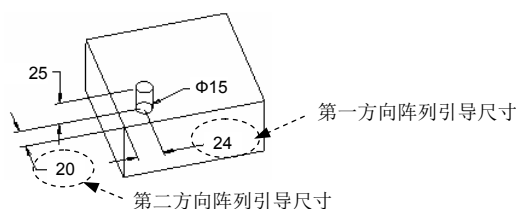

图 5.23.5 阵列引导尺寸
(1) 在操控板中单击**尺寸**按钮, 选取图 5.23.5 中的第一方向阵列引导尺寸 24, 再在“方向 1”的“增量”文本栏中输入 30.0。
(2) 在图 5.23.6 所示的“尺寸”界面中,单击“方向 2”区域的“尺寸”栏中的“单击此处添加...”字符,然后选取图 5.23.5 中的第二方向阵列引导尺寸 20,再在“方向 2”的“增量”文本栏中输入 40.0。完成操作后的界面如图 5.23.7 所示。